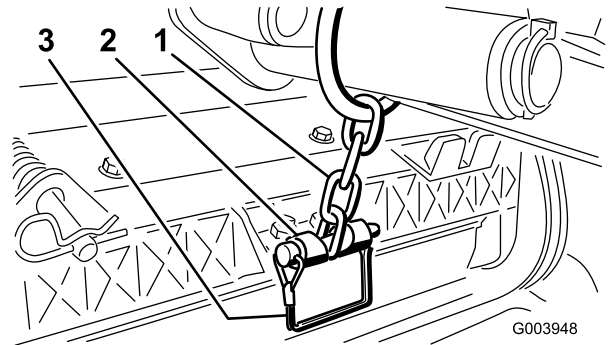

**Figura 8**
- A. Retire o pino de sujeição e a anilha que prende o veio da articulação do braço de elevação ao braço de elevação e faça deslizar o veio de articulação do braço de elevação para fora do braço de elevação (Figura 8).
- C. Insira o veio do braço de elevação no braço de elevação e prenda-o com a anilha e o pino de sujeição (Figura 8).